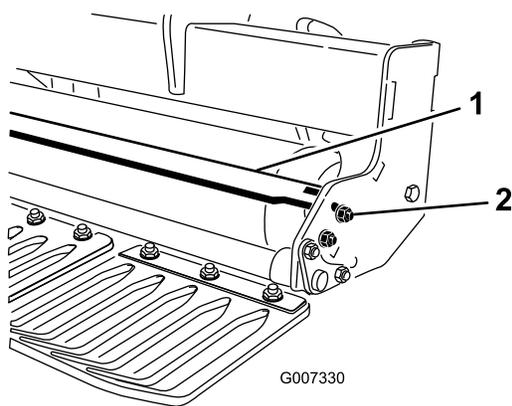

Рисунок 16
1. Ослабьте детали крепления каждого конца скребка к выступу скребка валика (Рисунок 16).